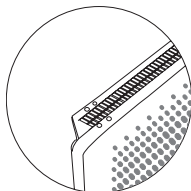

Рис. 7
- перевернуть конвектор нижней частью вверх (рис. 7);